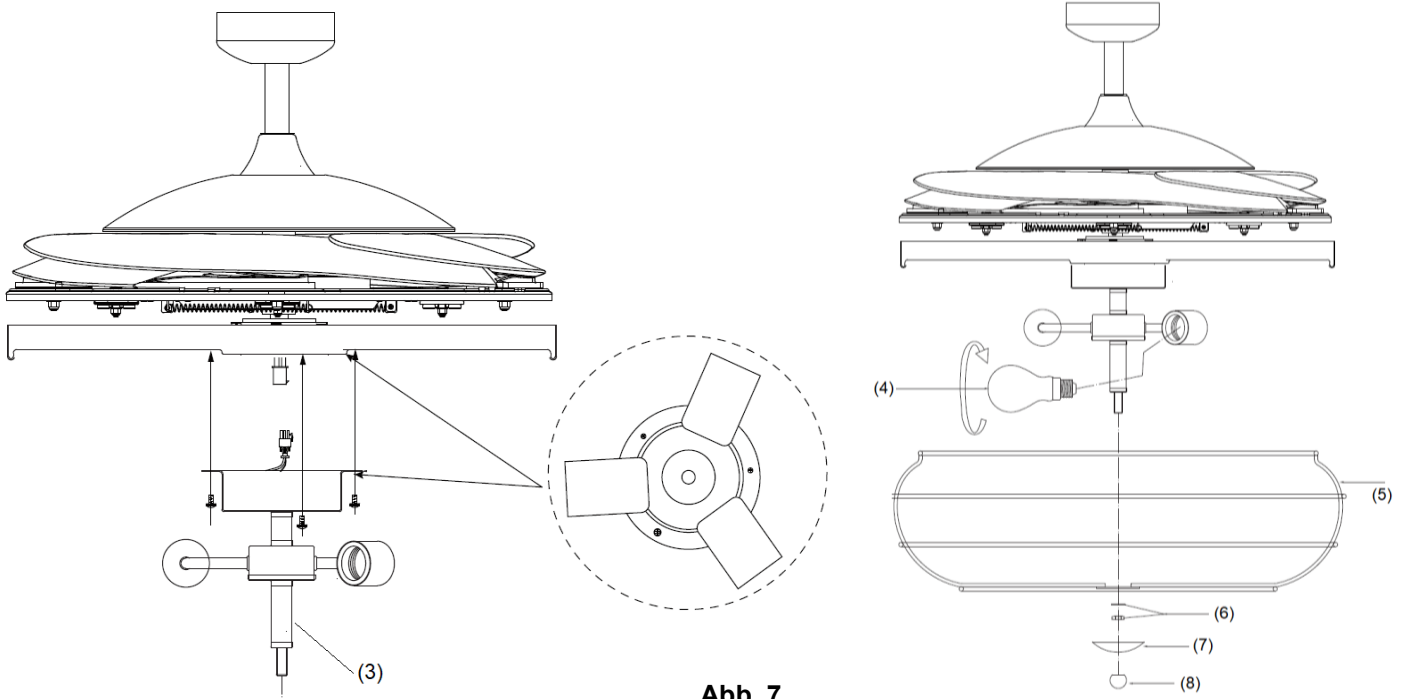

Abb. 7
4. Verbinden Sie den Schnellanschluss mit dem Lampenhalterelement (3). (Abb. 7)
5. Fixieren Sie das Lampenhalterelement (3) an der Halterung des Beleuchtungssets, indem Sie die drei Schrauben anziehen. Überziehen Sie die Schrauben nicht.
6. Installieren Sie die Leuchtkörper (4) (nicht inbegriffen) an den Lampenhaltern. Die maximale Nennleistung darf nicht überschritten werden.
7. Montieren Sie den Lampenschirm, die Unterlegscheibe und Mutter (6). Ziehen Sie die Mutter (6) an.
8. Montieren Sie die dekorative Abdeckung (7) durch Anziehen der Mutter (8).